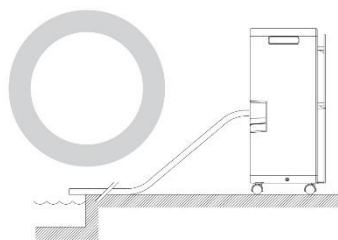

Fig. 2
3.6. Evacuation correcte de l'eau de condensation avec un raccord de tuyau ! Veillez à ce que le tuyau ait toujours une légère pente vers le bas (voir Fig. 2 et Fig. 3).